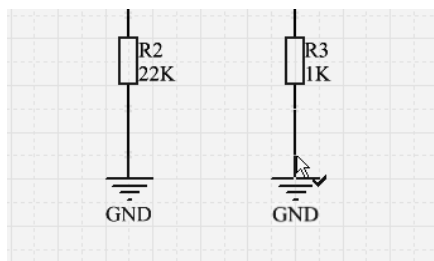
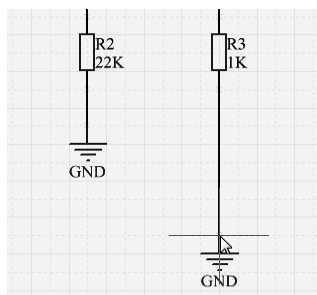

图 4-1-64 在被拖曳对象上单击后的效果
图 4-1-65 与接地符号连接的导线随之被延长
② 将鼠标指针移至电阻 R3 下方的接地符号上并单击，此时鼠标指针变为如图 4-1-64 所示的形状。
③ 向下移动鼠标，在移动过程中鼠标指针变为十字形，接地符号跟随鼠标指针移动。移动鼠标到合适的位置时，鼠标指针又变回图 4-1-64 所示的形状，此时单击确定接地符号的新位置，同时，与接地符号连接的导线也被延长，如图 4-1-65 所示，鼠标指针恢复十字形。最后，右击取消拖曳状态。